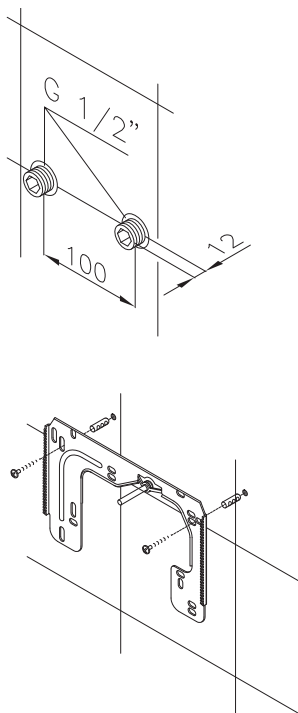

рис. 4
Если вы устанавливаете проточный водонагреватель HIGH LINE или MULTYTRONIC вместо другого стандартного проточного водонагревателя, то обычно нет необходимости сверлить новые отверстия для настенного крепления. В этом случае Вам необходимо только вкрутить нипелля и закрепить настенное крепление, как показано на рис. 4.
- Используя 12-миллиметровый инбусовый (шестигранный) ключ, вкрутите нипелля в трубы водопроводной системы. При креплении проследите, чтобы нипелля выходили наружу на 12 мм. (см. рис. 4)
- Наложите прилагаемый установочный шаблон на стену и выровняйте его таким образом, чтобы отверстия в шаблоне совпадали с креплениями. Отметьте места сверления в соответствие с шаблоном и просверлите отверстия, используя 6-миллиметровое сверло. Вставьте прилагаемые дюбеля и вкрутите настенное крепление. (см. рис. 4)
кольца вставляются между стеной и настенным креплением (см. рис. 4).